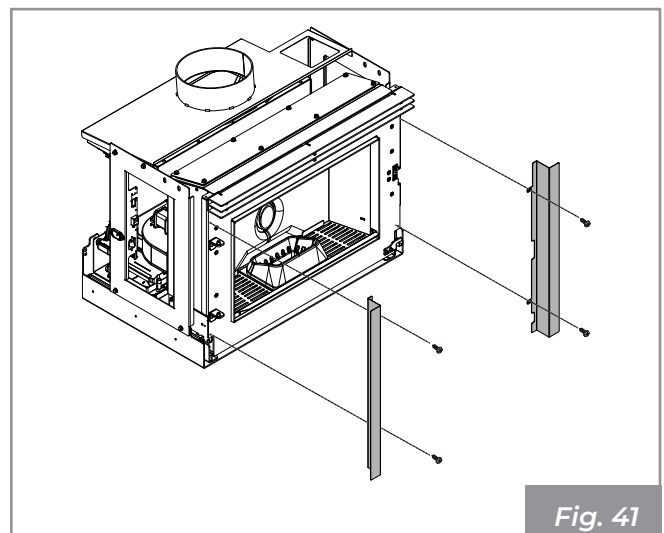

Fig. 41
- Marcos laterales de compensación ( **Fig. 41**).
Retirar la ceniza que se deposita dentro del brasero (**Fig. 41**).